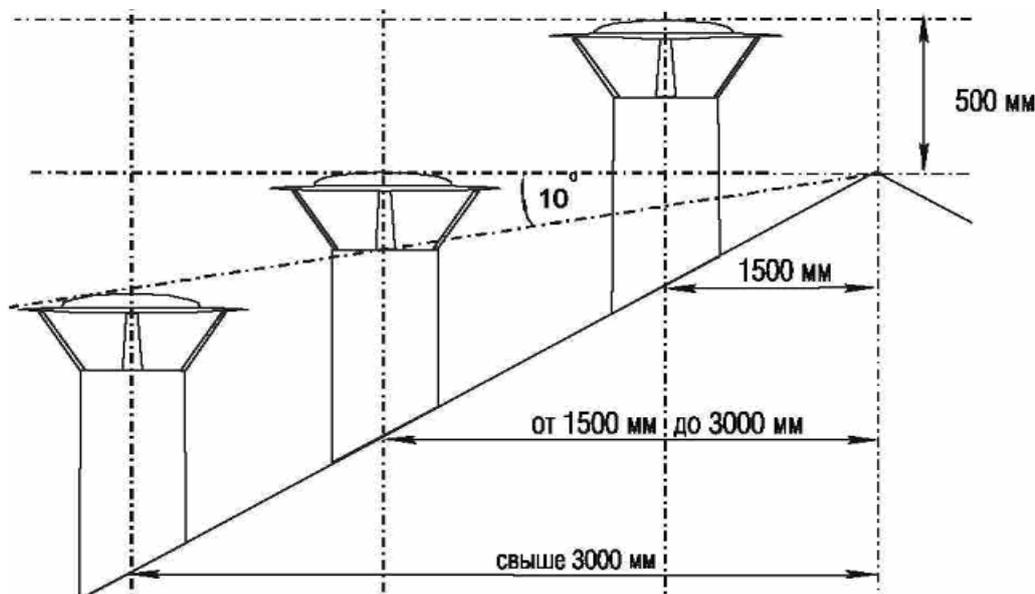

Рис.6.Определение высоты наружной части дымовой трубы.
7.18. В соответствии с вышеперечисленными требованиями к дымоотводящим каналам и (рис.6) Настоящего Руководства, определить высоту дымохода, гарантирующую стабильность тяги. Закончить сборку, установив последний сэндвич, а на него зонт-оголовок.